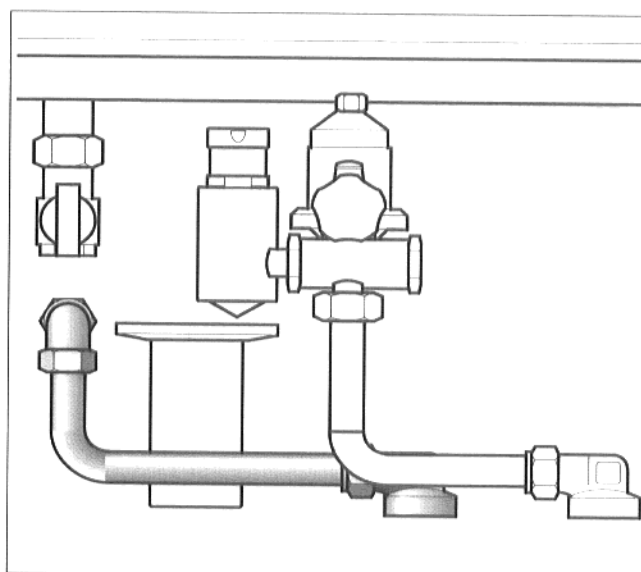

Fig. 12: tubo di collegamento acqua calda sanitaria
- Montare il tubo di collegamento acqua calda sanitaria tra l'accumulatore ed il collegamento murale. (Tenere presente gli anelli di serraggio) (Fig. 12).